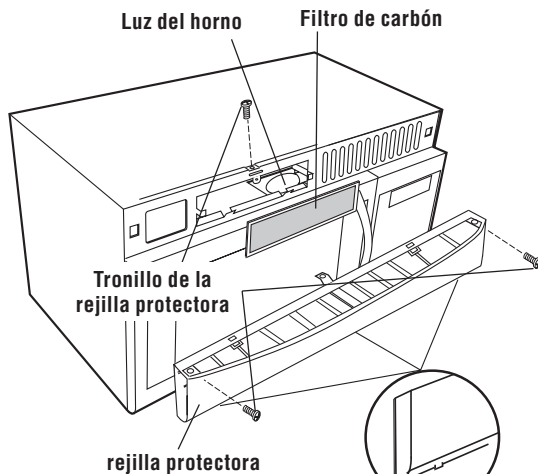

Figura 6-1
3. El filtro de carbón, instalado en su horno microondas, sirve para la instalación de recirculación, cuando no hay ventilación. El Filtro de Carbón debe reemplazarse cada 6 a 12 meses, dependiendo del uso. Extraiga los tres tornillos de la rejilla protectora. Incline la rejilla protectora hacia abajo y después tire hacia fuera de tal modo que las pestañas inferiores se desbloqueen. Tire del filtro de carbón hacia arriba para quitarlo del horno. Sujete el Filtro de Carbón al lateral superior del horno deslizando dentro de las lengüetas. Véase la Figura 6-1, 6-2.